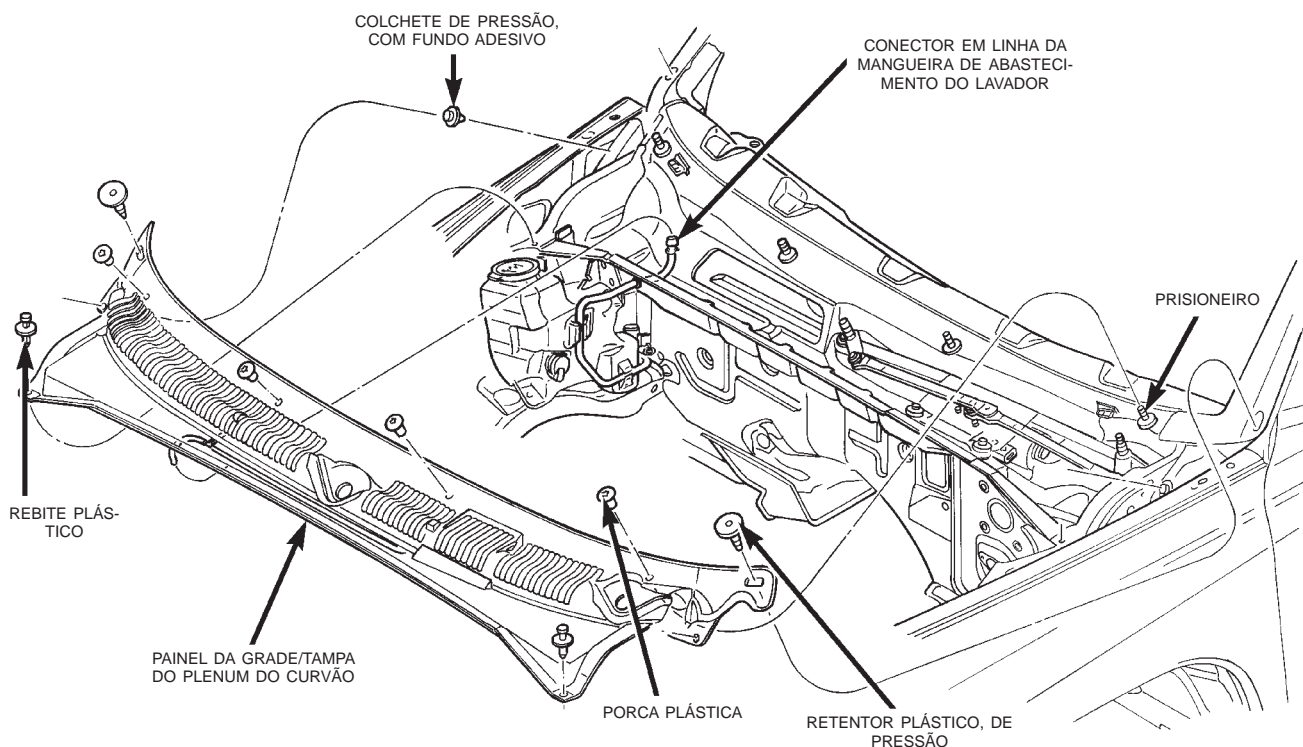

Fig. 38 Remoção/Instalação do Painel da Grade/Tampa do Plenum do Curvão
(4) Remova as quatro porcas plásticas que prendem o painel da grade/tampa do plenum do curvão aos prisioneiros do painel superior do curvão, próxima à base do pára-brisa (Fig. 38).
(5) Remova um rebite plástico que prende o canto dianteiro de cada lado do painel da grade/tampa ao painel do plenum do curvão.
(6) Remova um retentor plástico, de pressão, que prende o canto traseiro de cada lado do painel da